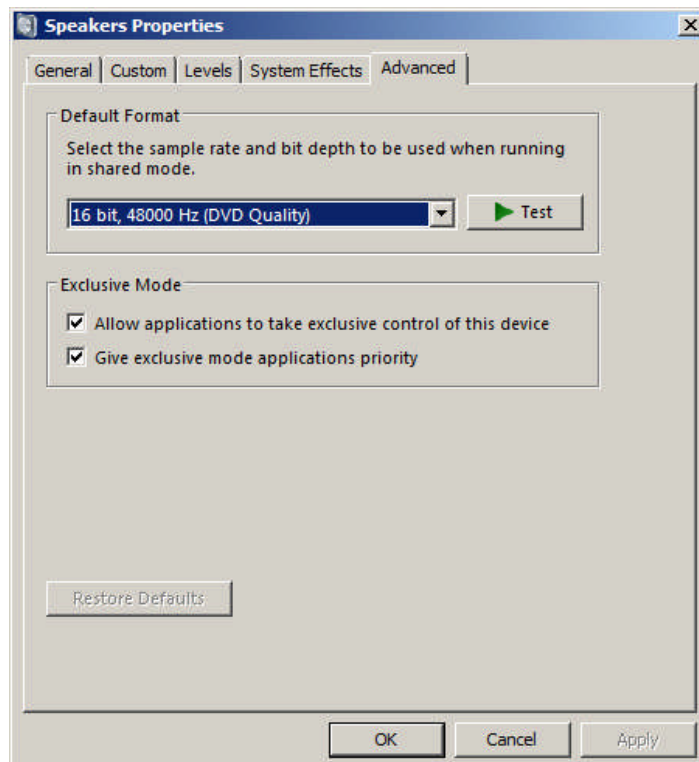

Figura 4.7 Impostazione della risoluzione bit nativa e della frequenza di campionamento in Vista.
- 4) Fare clic sulla scheda 'Avanzate' per impostare la risoluzione del canale e una frequenza di campionamento (Figura 4.7).